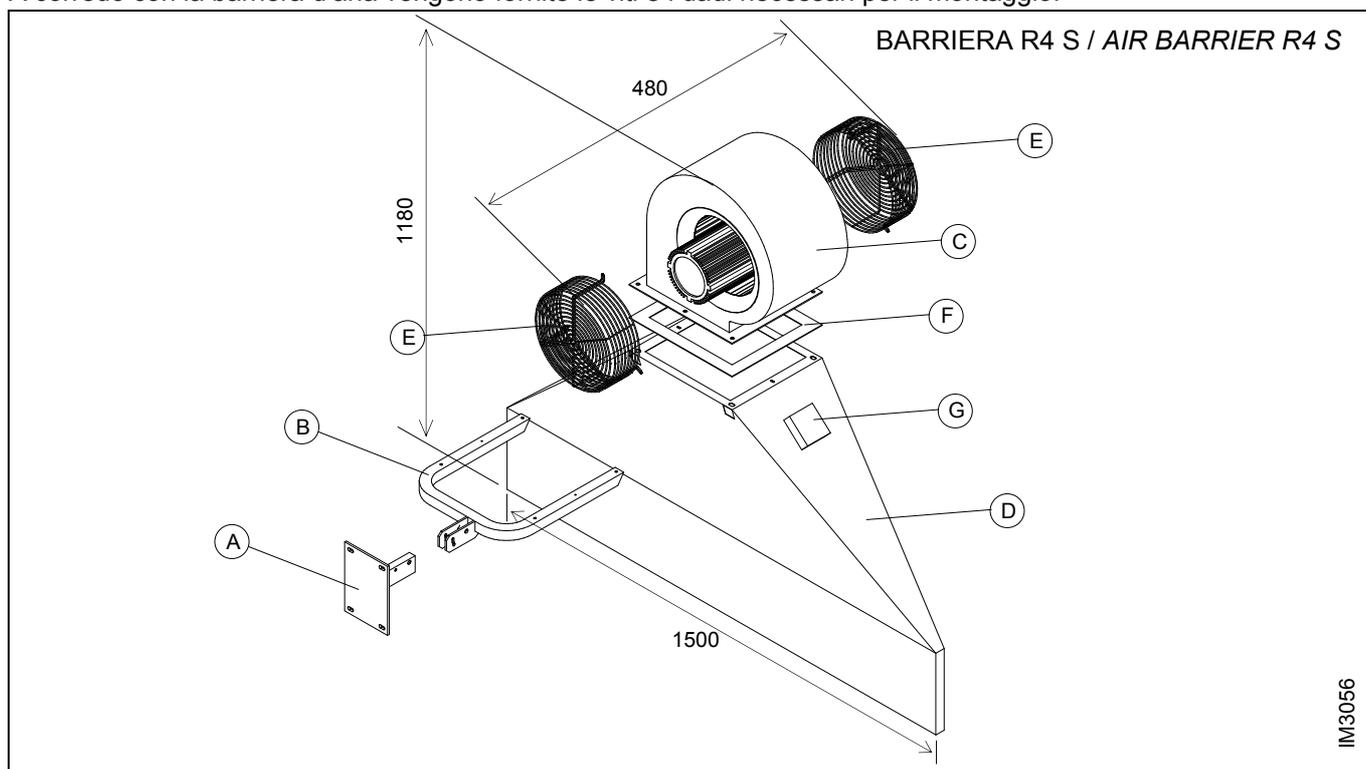

Figura 1 – ESPLOSO BARRIERA D'ARIA AD ALTA PREVALENZA R4 S / Figure 1 – EXPLODED DRAWING OF SPECIAL AIR BARRIER R4S
Ogni modulo barriera d'aria R4S è così composto (vedi Figura 1):
1. Inserire la staffa B negli appositi fori del boccaglio D (vedi Figura 1):
2. Assemblare il boccaglio D con il ventilatore C, come indicato in Figura 1, tramite le quattro viti \varnothing 8 mm e le relative rondelle e rosette fornite a corredo, avendo cura di posizionare tra boccaglio e bocca del ventilatore la guarnizione adesiva di tenuta F che eviterà l'eventuale fuoriuscita d'aria dal collegamento boccaglio-ventilatore.